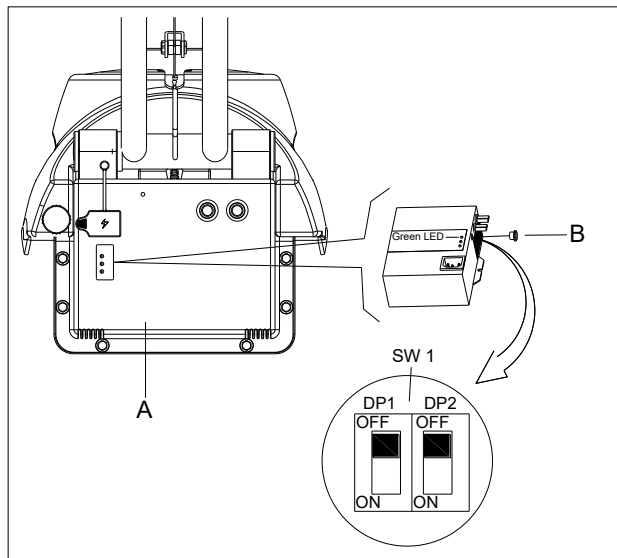

Abbildung 4.1
- Schalten Sie die Maschine aus und demontieren Sie die Abdeckung (A wie Abbildung 4.1) von der Maschine. Entfernen Sie dann die runde schwarze Kappe auf der Vorderseite des Ladegeräts (B wie in Abbildung 4.1). Sie finden ein Kippschaltersets (SW1) im Ladegerät.